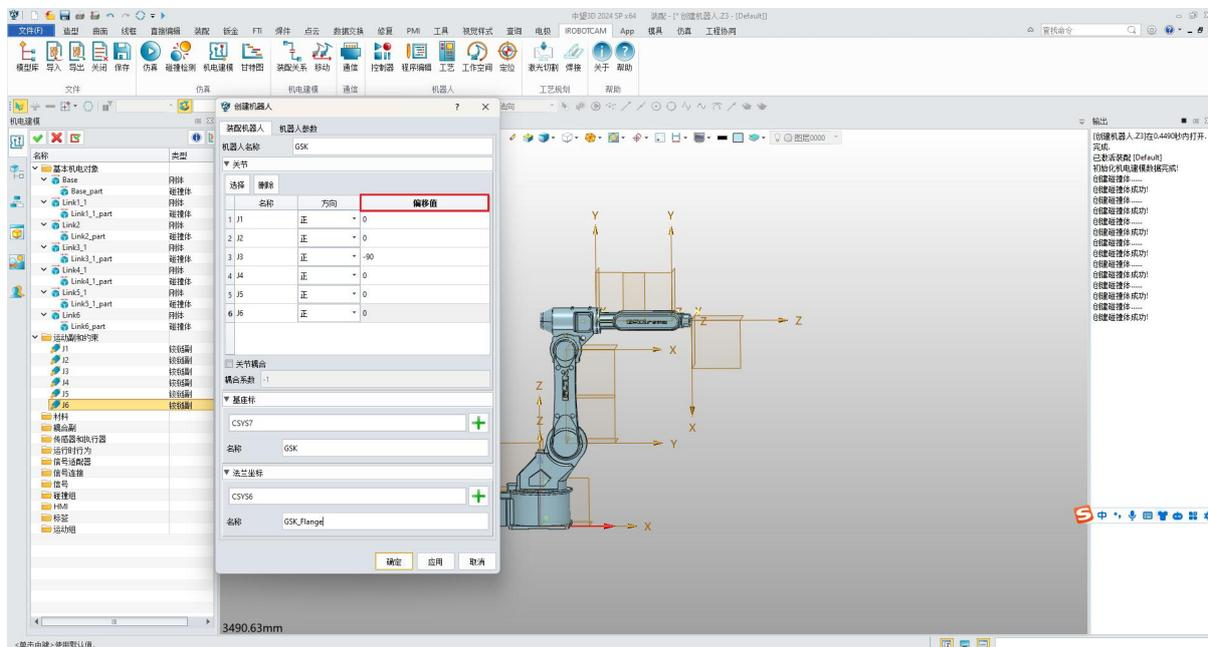

图 8-20：装配机器人
- 选择“GSK_Base”作为“基座坐标 CSYS8”，选择“GSK_Flange”作为“法兰坐标 CSYS7”（图 8-20）。